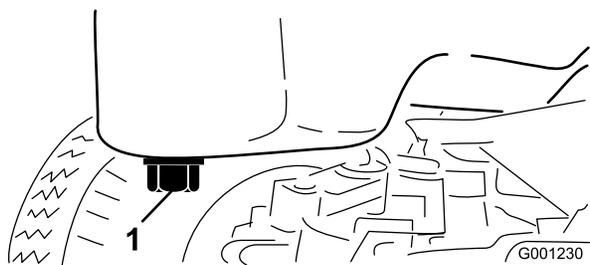

Figura 49
- Coloque un recipiente debajo del capó, alineado con el tapón de vaciado (Figura 49).